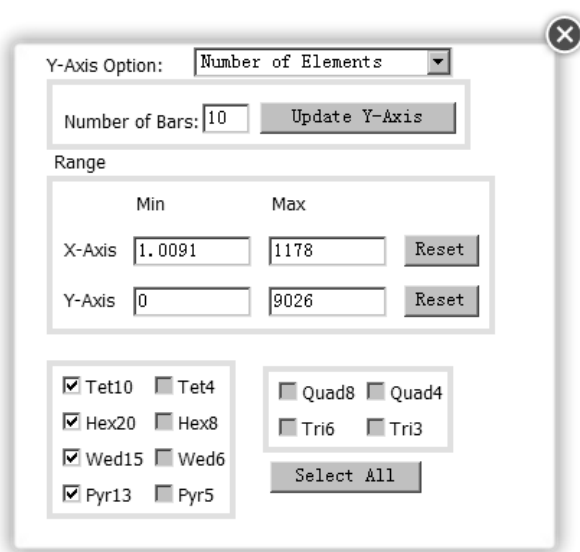

图 4.5.7 单元质量控制图表
- ◆ 在统计图表区域单击 **Controls** 按钮，弹出图 4.5.7 所示的对话框，在该对话框中可以对统计图表样式进行设定。